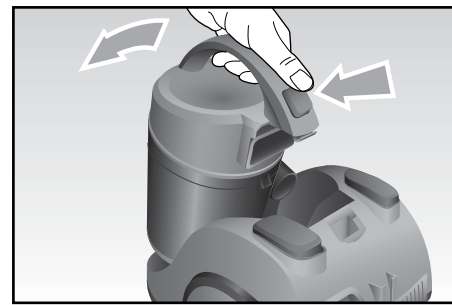

Fig. 6
- Premere il pulsante di sblocco e contemporaneamente estrarre il contenitore della polvere (E) per mezzo dell'apposita impugnatura (A) (Fig. 6).